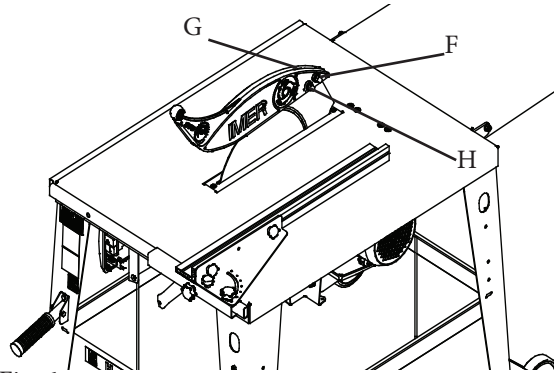

Fig. 6
La parte de la cuchilla que sobresale por encima de la mesa está protegida por una cubierta de policarbonato [4] (fig.1). La protección está anclada a la cuchilla divisoria mediante dos tornillos [F] (fig.6).
⚠ Antes de cada puesta en marcha, compruebe que la protección de policarbonato [4] fig.1 se mueve libremente verticalmente (alto-bajo), bajo la única acción de su propio peso. Compruebe que no se trabe en ninguna posición durante el movimiento. Si esto ocurre, actúe sobre los tornillos G y H fig.6, restableciendo la funcionalidad correcta.
- apriete los tornillos [G y H] (fig. 6), asegurándose de que la carcasa caiga libremente bajo el efecto de su propio peso. Asegúrese de que durante el movimiento vertical (alto-bajo) no quede bloqueado en ninguna posición. Si esto ocurre, actúe sobre los tornillos G y H fig.6, restableciendo la funcionalidad correcta.